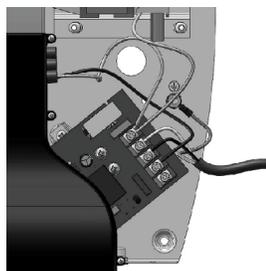

Fig. 5
- f. Para Secadores de 115 voltios, conecte el cable de tierra al terminal de tierra marcada como  $\oplus$ , el cable negro al terminal marcado como L1 y el cable neutro o blanco al terminal marcado como N. **SE REQUIERE UNA LÍNEA DEDICADA PARA CADA INSTALACIÓN DE 115 VOLTIOS.** (Ver Fig. 5)
- g. Para secadores de 208-240 voltios, conecte el cable de tierra al terminal de tierra marcada como  $\oplus$  y los cables de 208-240 voltios a los terminales marcados como L1 y L2. (Ver Fig. 5)